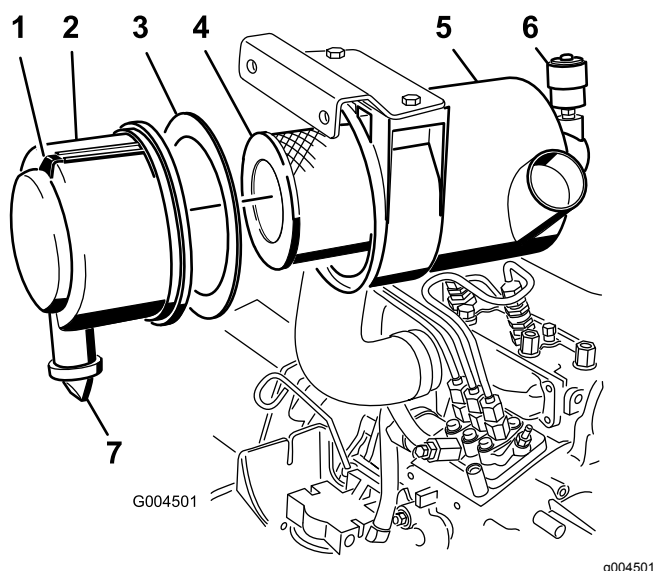

Figura 64
3. Efetue manutenção do filtro de ar quando o indicador do filtro de ar (Figura 64) ficar vermelho ou a cada 400 horas (com maior frequência em condições de trabalho muito sujas ou poeirentas).
1. Puxe o trinco para fora e rode a cobertura do filtro de ar no sentido contrário ao dos ponteiros do relógio (Figura 64).
2. Retire a cobertura do corpo do filtro de ar (Figura 64).
4. Retire e substitua o filtro primário (Figura 64).
6. Certifique-se de que a junta de espuma está no lugar na tampa e de que não está rasgada nem danificada (Figura 64).
- A. Retire a borracha da tampa da válvula de saída (Figura 64).
10. Reinicie o indicador (Figura 64) se este se apresentar vermelho.